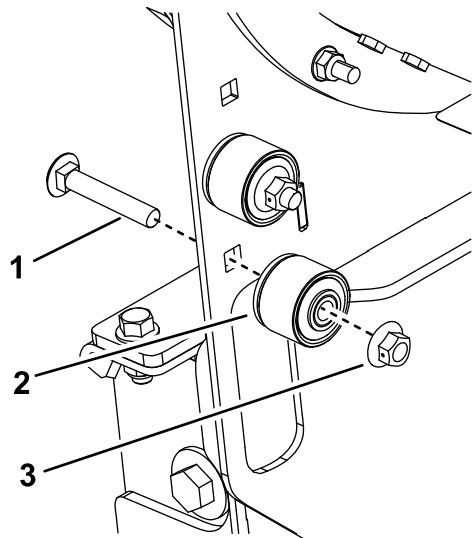

Figure 31
10. Rangez les bagues sur le côté gauche du cadre de la souffleuse à l'aide des fixations (Figure 31).